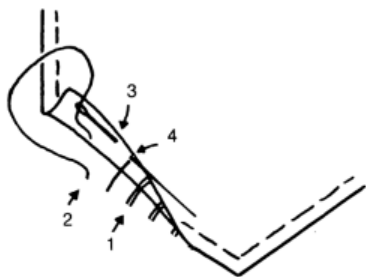

Рис. 11
### СМЕТОЧНЫЙ СТЕЖОК «НАЗАД ИГОЛКУ» (РИС. 11)
3. Вколите иглу параллельно под краем аппликации и выполните стежок «вперед иголку» в половину длины предыдущего, но на сей раз вводите иглу слева направо... (посмотрите, как проходит игла от 3 до 4 на рис. 11). Для этого нужно повернуть изделие. Именно это движение назад оправдывает название данного стежка.